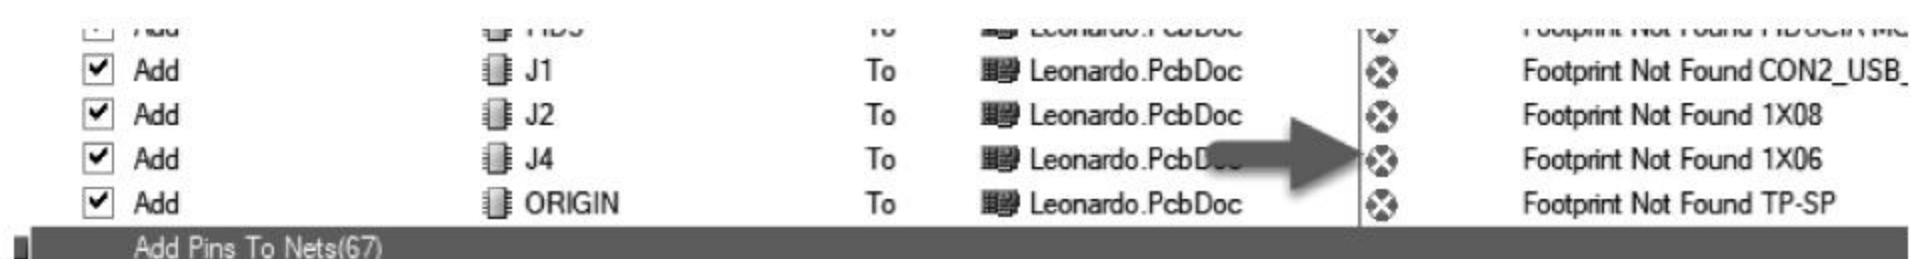

图 8-15 封装无法匹配
10. 原理图更新到 PCB 中,出现 Footprint Not Found...的问题(如图 8-15 所示),如何解决?